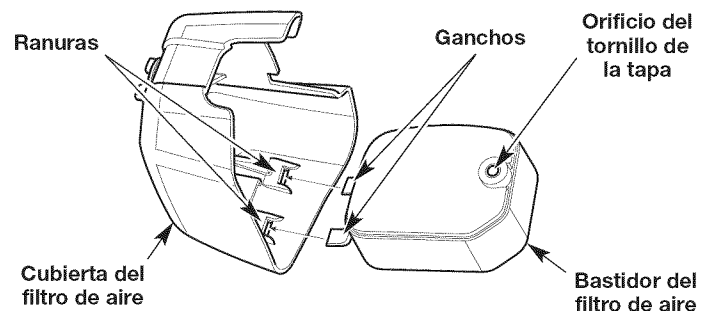

Fig. 19
6. Vuelva a poner el filtro dentro de la caja del filtro de aire (Fig. 19).
7. Inserte los ganchos de la caja del filtro de aire en las ranuras de la tapa del filtro (Fig. 19).
8. Gire la tapa del filtro de aire a la derecha y alinee el tornillo de la tapa con el orificio correspondiente (Fig. 19). Apriete el tornillo para asegurar la tapa del filtro de aire.